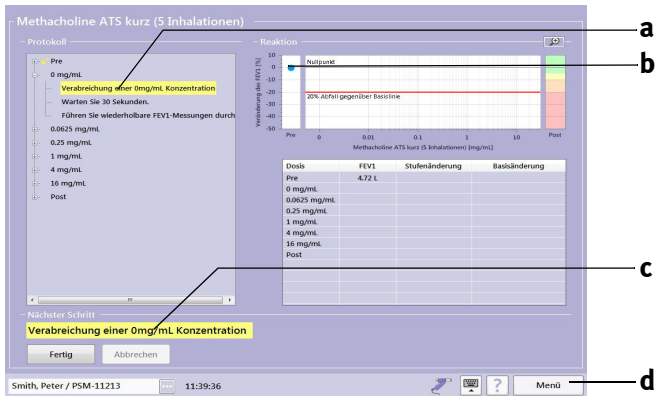

Abb. 3-25 Protokollbild
- Führen Sie jetzt die nächste Teststufe durch (c, Abb. 3-25) und bestätigen Sie mit **Fertig**.